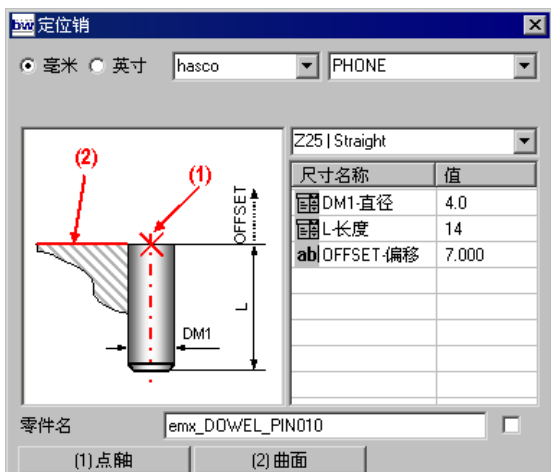
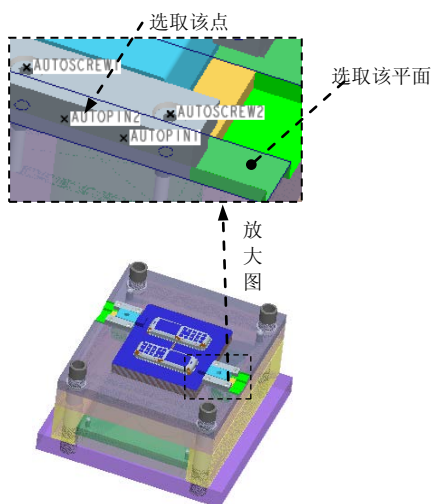

图 31.71 “定位销”对话框
图 31.72 定义定位销位置
Step11. 装配定位销。单击 **EMX 元件** 功能选项卡 **元件** 控制区域中的 **定位销** 按钮，系统弹出图 31.71 所示的“定位销”对话框；在“定位销”对话框 **meusburger** 的下拉列表中选择 **hasco** 选项；单击 **(1) 点/轴** 下面区域的 **选取项目** 选项使其激活，系统弹出“选择”对话框，选择图 31.72 所示的点“AUTOPIN2”为定位销的定位点，在“选择”对话框中单击 **确定** 按钮；单击 **(2) 曲面** 下面区域的 **选取项目** 选项使其激活，选择图 31.72 所示的面为定位销的定位面；在“定位销”对话框的 **DM1 - 直径** 下拉列表中选择 4，在 **L - 长度** 下拉列表中选择 14。在 **OFFSET - 偏移** 后的文本框中输入值 7，然后单击 **确定** 按钮；使用同样的方法创建对面和另一斜导柱滑块上的 4 个定位销，结果如图 31.73 所示。